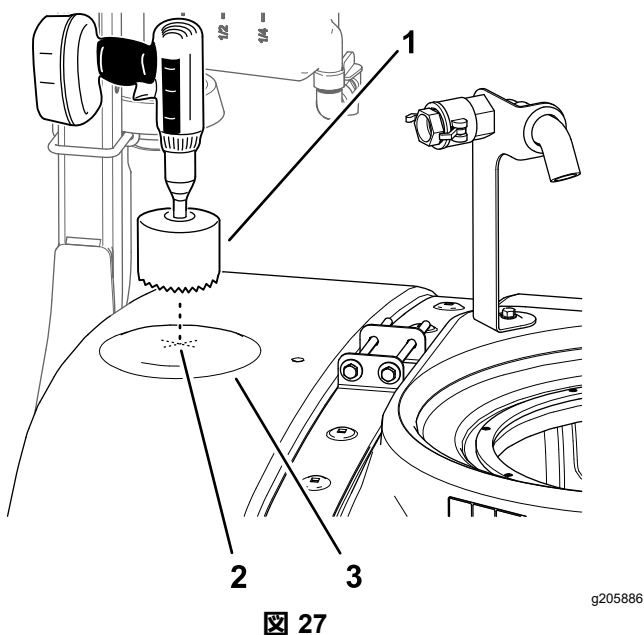

図 27
2. 図 27 に示されているタンク前部の位置を探し出す。
3. 9 cm の円形ノコを使ってマークのところに穴を切る 図 27。